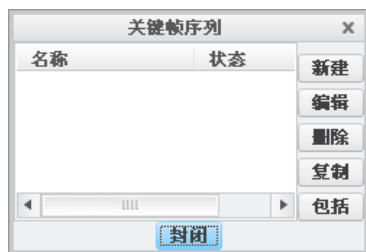

图 10.2.17 “关键帧序列”对话框
(1) 单击 **动画** 功能选项卡 **创建动画** ▾ 区域中的“管理关键帧序列”按钮 ，系统弹出图 10.2.17 所示的“关键帧序列”对话框。